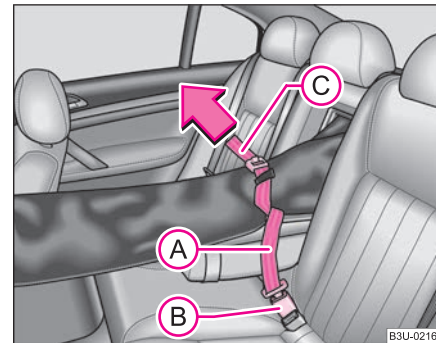

Fig. 74 Siguranța sacului din butucul centurii banchetei din mijloc
- Introduceți centura de asigurare a sacului (A) ⇒ pagina 87, fig. 74 în elementul de fixare a centurii centrale din spate (B).
- Trageți centura (C) în sensul indicat de săgeată ⇒ pagina 87, fig. 74.